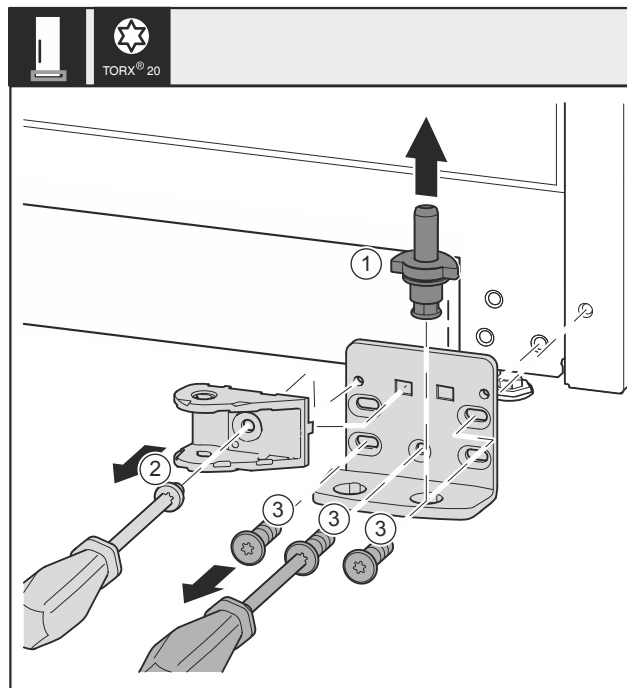

Fig. 36
- Pilnīgi izvelciet ārā uz augšu gultņa tapu Fig. 36 (1).
- Ar skrūvgriezi izskrūvējiet skrūvi Fig. 36 (2) un noņemiet durvju amortizatora savienojumu.
- Ar skrūvgriezi izskrūvējiet skrūves Fig. 36 (3) un noņemiet gultņa balstu.